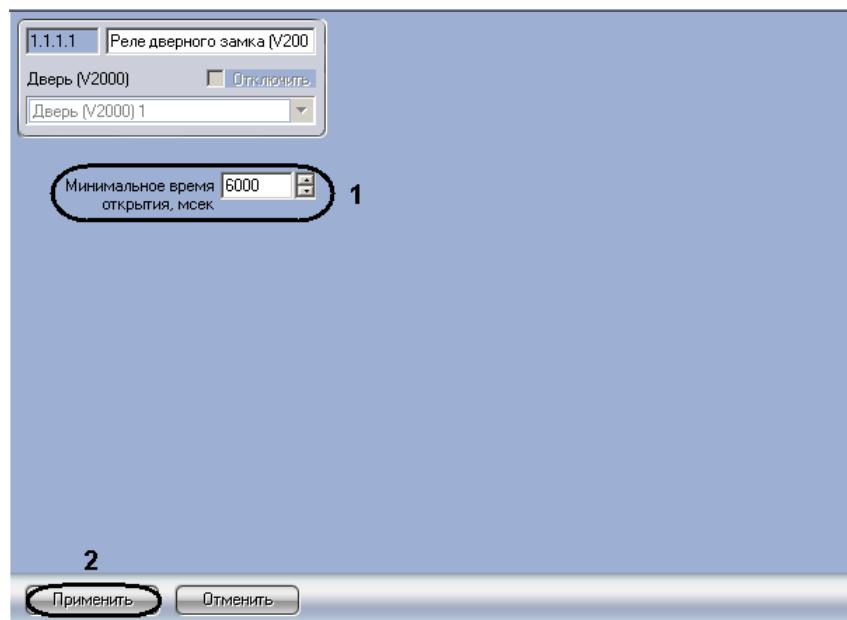

Рис. 3.7—3 Настройка реле дверного замка
18.1 Перейти на панель настроек объекта **Реле дверного замка (V2000)**. Данный объект создается на базе объекта **Дверь (V2000)** при построении дерева объектов (Рис. 3.7—3).
18.2 Указать минимальное время открытия реле дверного замка в миллисекундах в соответствующем поле (см. Рис. 3.7—3, 1).